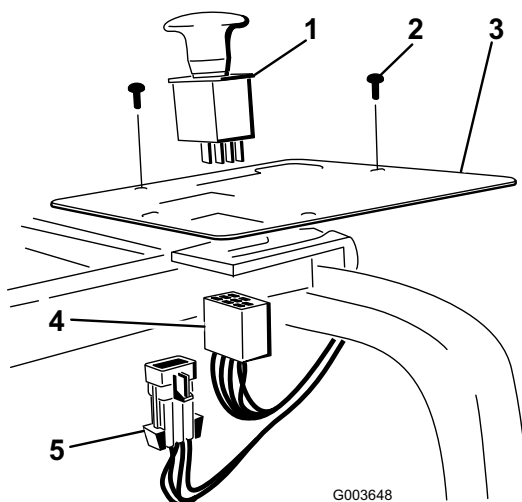

図 34
2. パネルについているプラスチック製のプラグを外して、そこにスイッチを取り付ける (図 34)。
4. コントロール・パネルのスイッチにハーネスを接続する (図 34)。
6. メイン・ハーネスのコネクタをメイン・ハーネスに接続する (図 34)。